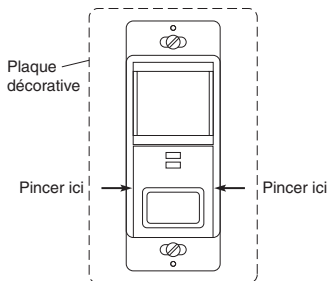

Figure 3 - Enlèvement du couvercle de la commande
2. Pincez le panneau de commande aux endroits indiqués dans la Figure 3. Tirez pour retirer le couvercle.